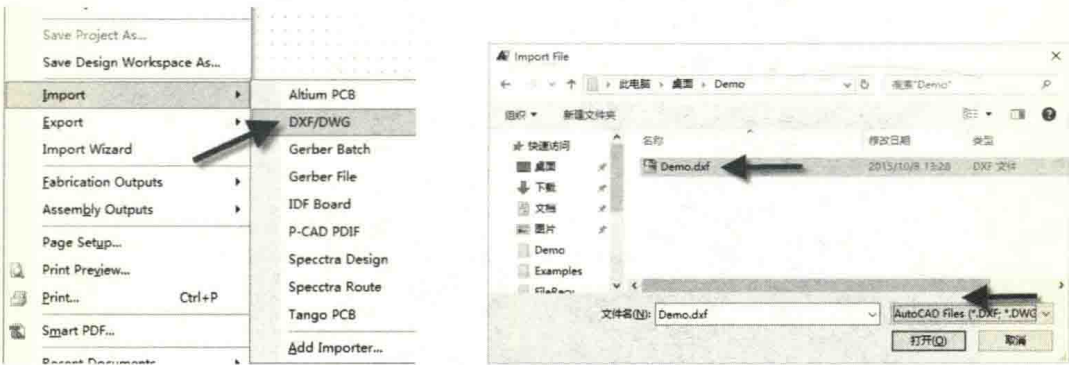

图 7-24 DXF 文件的导入
(1) 创建一个新的 PCB 文件，并打开新建的 PCB，执行菜单命令“File-Import-DXF / DWG”，选择需要导入的 DXF 文件，如图 7-24 所示。